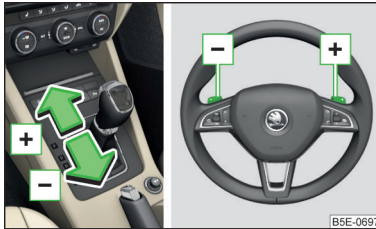

Abb. 248
- Zum **Umschalten** eine der Schaltwippen **[-/+]** kurz zum Lenkrad ziehen » **Abb. 248**.
- Zum **Hochschalten** den Wählhebel nach vorn **[+]** tippen oder die Schaltwippe **[+]** kurz zum Lenkrad ziehen » **Abb. 248**.
- Zum **Herunterschalten** den Wählhebel nach hinten **[-]** tippen oder die Schaltwippe **[-]** kurz zum Lenkrad ziehen » **Abb. 248**.